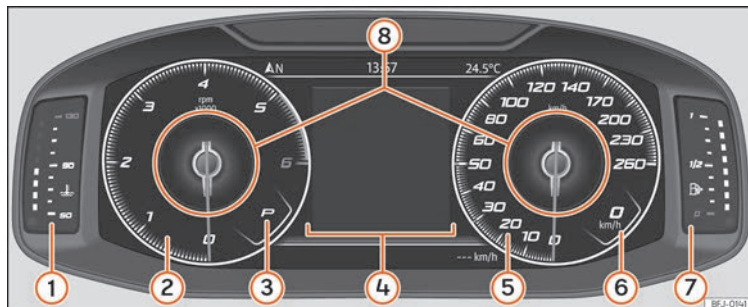

Fig. 127 SEAT Digital Cockpit en el tablero de instrumentos (vista clásica).
En la *Vista Clásica* y en *Semicircular watches* se tiene la posibilidad de personalizar la información que aparece en **Perfiles de información** » **fig. 127 ⑧**.
» fig. 127.